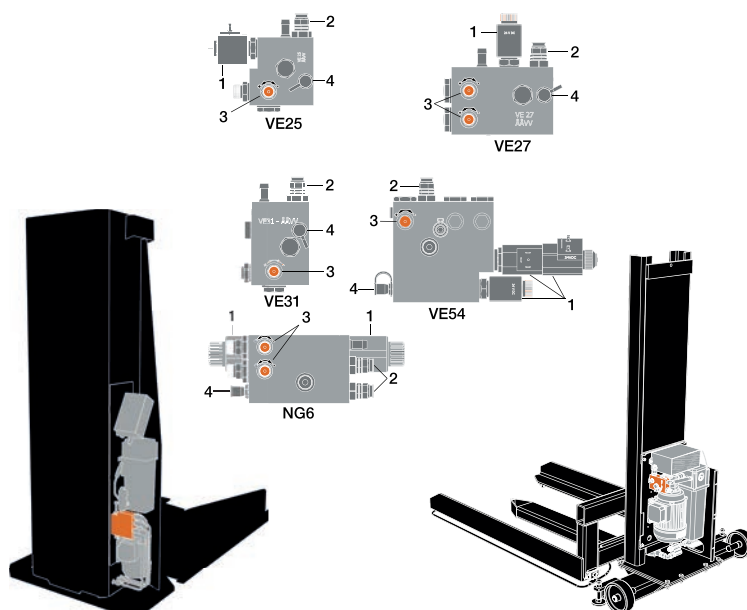

Bild 23 Ventilkpaketet är monterat på hydraulaggregatet. Olika typer av ventilkpaket förekommer beroende på produkt och dess konfiguration
1. Olika typer av ventilkpaket förekommer beroende på produkt och dess konfiguration. Identifiera vilken typ av hydraulpaket som din produkt är utrustad med, se bild 23.
2. Anslut passande manometer till uttaget, se pos. 4 bild 23. Uttaget är försett med ett skyddande lock som måste tas av innan anslutning.